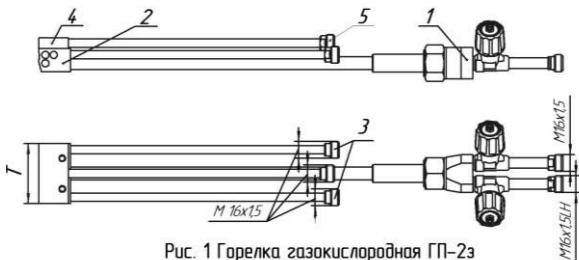

Рис. 1 Горелка газокислородная ГП-2з
4.1 Горелка газокислородная для закалки ГП-2з (Рис.1) состоит из ствола 1, газопламенного наконечника 2, и закалочного наконечника 4, имеющего штуцер подвода закалочной жидкости 5. Газопламенный наконечник состоит из смесительной камеры со съемным инжектором, трубы со штуцерами подвода охлаждающей жидкости 3, и мундштутка. Мундштук имеет систему газопламенных сопел и встроенную водяную рубашку охлаждения. На стволе расположены рукоятка, два штуцера подвода газа, и два клапана.
(остальное см. Рис.1)
(остальное см. Рис. 1)